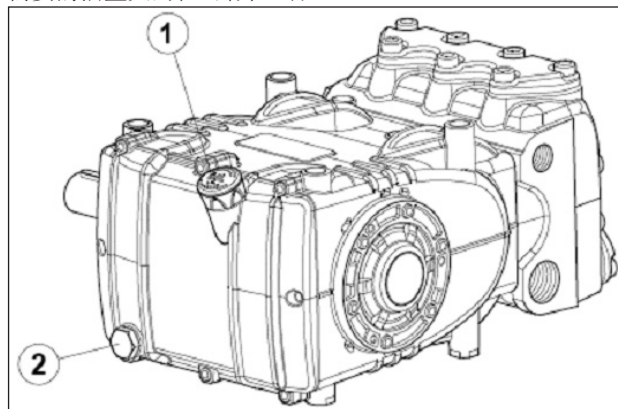

图 3
通过油位尺 ①，图 3。
正确的油位检查必须在泵处于室温时进行，换油必须在泵处于工作温度时进行，首先拆除油位杆（部件号 ①），随后拆除塞子（部件号 ②，图 3）。
使用温度探针插入到排油塞内，部件 ②，图3。请参阅“ATEX防爆保护”手册。